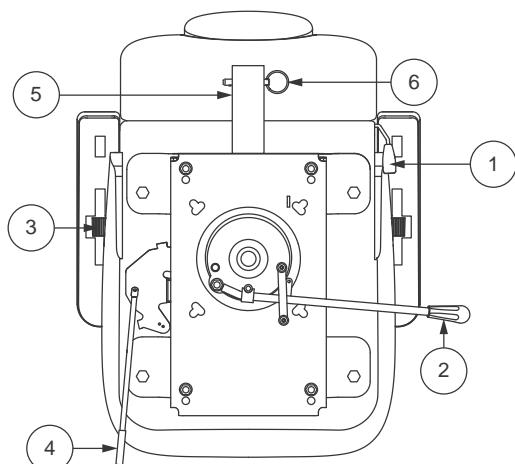

Figura 15. Regolazioni del sedile
Se il PMV è dotato di uno schienale reclinabile, per regolare il sedile reclinabile del PMV, osservare questi passaggi. **Vedere figura 15.**
1. Tirare verso l'esterno la leva di scorrimento del sedile. **Vedere figura 15.**
L'inclinazione del bracciolo del PMV è regolabile verso il basso o verso l'alto ruotando l'apposito selettorio. **Vedere figura 15.**
1. Tirare verso l'esterno la leva scorrimento sedile (situata sul lato inferiore sinistro del sedile). **Vedere figura 15.**
La staffa accessoria montata posteriormente consente di collegare un accessorio personale, come un cestino, un porta-deambulatore, o una bombola di ossigeno alla parte posteriore del PMV. Utilizzare il perno di fermo per fissare saldamente l'oggetto alla staffa accessoria. **Vedere figura 15.** Per dettagli rivolgersi al fornitore autorizzato.